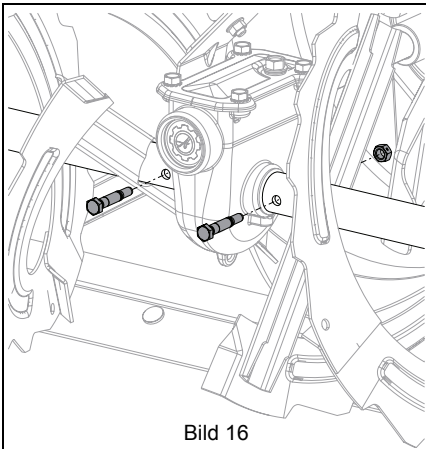

Bild 16
1. Skruva bort skärbultmuttrarna och bultarna. Se Bild 16.
Se Bild 16.